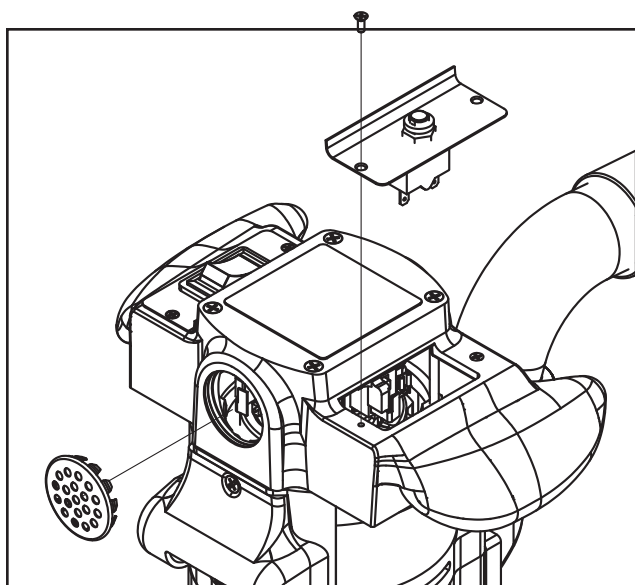
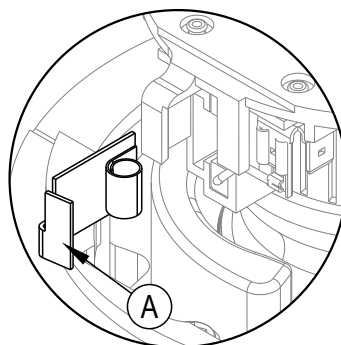

Figure 8
Figure 9
Inspectez les quatre balais tous les 6 mois ou toutes les 250 heures. L'accès aux balais se fait par les bouchons d'évent avant et arrière du moteur et sous les deux capots du moteur (figure 8). Appuyez sur la languette (A) de l'assemblage à ressort, faites-la pivoter, puis retirez-la (figure 9). Si un balai est usé à une longueur de 3/8" ou moins, remplacez l'ensemble au complet.